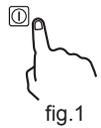

fig.1
- Presione el botón de ENCENDIDO/APAGADO (fig. 1) para encender el electrodoméstico.